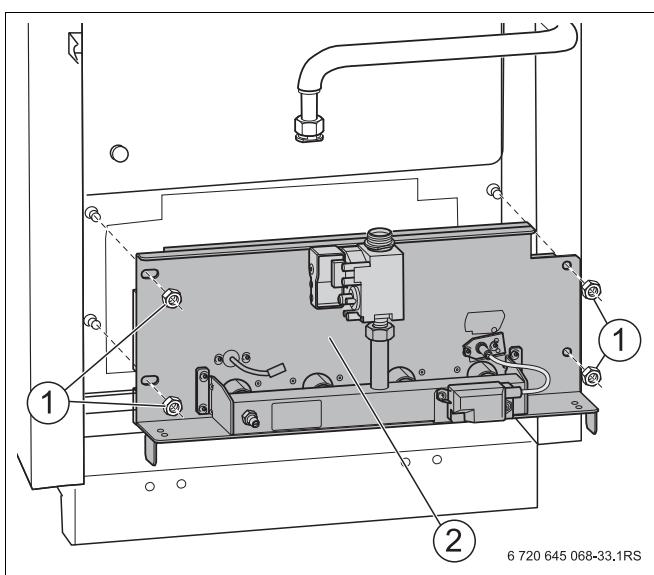

Рис. 38 Снятие крепежных гаек
- Открутить крепежные гайки (Рис. 38, поз. 1) на щитке горелки (Рис. 38, поз. 2) и вынуть газовую горелку.
- При креплении щитка горелки (Рис. 38, **поз. 2**, стр. 54) слегка затяните четыре болта.